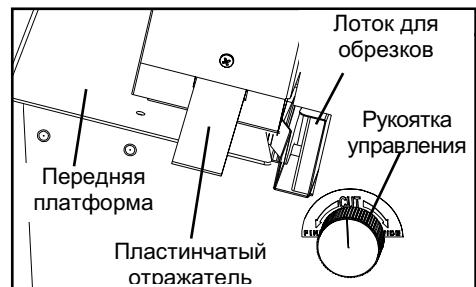

Рисунок 2
- * Транспортерное колесо (не показано), еще одна особенность модели 62002, выступает в качестве еще одного средства, гарантирующего то, что имеющие превышающие размеры конверты будут перемещаться в направлении вовнутрь на переднюю платформу (рис. 2).
- * Задерживающее колесо (C) предотвращает защемление на загрузочной стороне. По причине того, что оно является подпружиненным, чем массивнее оказывается конверт, тем большее давление оказывается задерживающим колесом. Таким образом обеспечивается эффективное предотвращение одновременного попадания более одного конверта.
Изготовленные из прецизионной стали самозатачивающиеся ножи (E) отрезают полоску установленного размера от каждого конверта, независимо от того, подаются они лицевой стороной вверх или вниз. Рукоятка управления справа (смотри рис. 2) обеспечивает регулировку ножа и дает возможность оператору варьировать ширину отрезаемой полоски от широкой до узкой.
Внутренние зоны большинства машин являются недоступными без снятия всего рабочего узла. Модель 62002 отличается такой особенностью, как наличие не имеющей аналогов разъемной платформы, при помощи которой разрешается данная проблема. Данная платформа разделяется в продольном направлении на две половины, переднюю (смотри рис. 2) и заднюю. Передняя половина является съемной, что облегчает чистку, осмотр и ремонт внутренних зон конвертовскрывающей машины.
Это является только одноразовой установкой. Найдите пластиковый пакет внутри транспортной картонной коробки. В нем находится никелированный пластинчатый отражатель и винт. Необходимо просто прикрепить снаружи в точке, как показано на рисунке. (смотри рис. 2)
Нижний поддон просто помещается на выходной стороне машины в положение для приема обработанных конвертов по мере того, как они выталкиваются из машины (для размещения смотри рис. 1). Бункер для обрезков находится в узкой нише нижнего поддона. Затем весь узел выставляется таким образом, чтобы внутренняя передняя стенка бункера для обрезков упиралась в переднюю кромку выступающего буртика лотка для обрезков (смотри рис. 2).
Проверьте рукоятку управления (рис. 2) для определения требуемой ширины отрезаемой полоски, от широкой до узкой. Резание должно быть достаточно глубоким для того, чтобы обеспечивать чистое открывание конвертов, но достаточно тонким, чтобы гарантировать, что нож не будет контактировать с таким внутренним содержимым, как чеки и платежные поручения и т. п., а также монетами, скобами и скрепками для бумаг. Удостоверьтесь в том, что машина находится в выключенном состоянии (OFF), на что указывает символ «O» на выключателе электропитания. Включите вилку машины в соответствующую розетку питания.